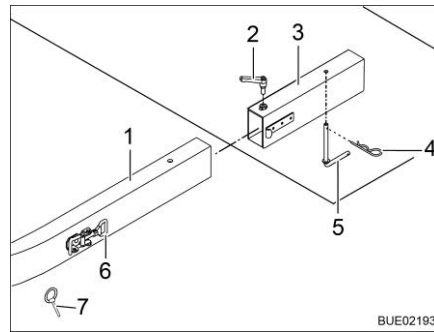

Fig. 6 Fissaggio al veicolo
- Inserire entrambe le barre (Fig. 6,1) del portapacchi nell'alloggiamento (Fig. 6,3) sul veicolo.
- Inserire la leva di regolazione (Fig. 6,5) tramite gli appositi fori inferiori nelle barre e nell'alloggiamento e assicurarla con la spina a molla (Fig. 6,4).
- Chiudere la chiusura a leva (Fig. 6,6) e assicurarla con la copiglia (Fig. 6,7).
- Stringere le leve di fissaggio (Fig. 6,2).